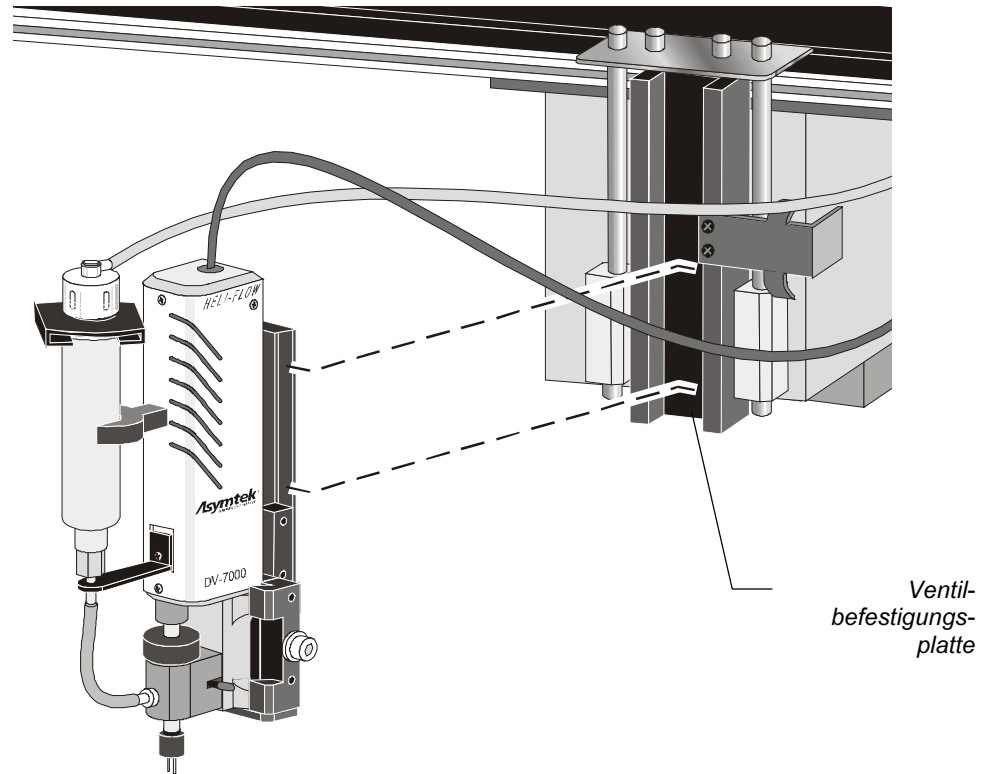

Abbildung 2-4 Befestigung des DV-7000 Montageteils (C-718-SMT)
| Abbildung 2-4 Befestigung des DV-7000 Montageteils (C-718-SMT)..... | 2-5 |
6. Nachdem Sie die Ventilhalterung und den Höhengsensor montiert haben, schieben Sie das Montageteil in die Ventilbefestigungsplatte auf der Vorderseite des Dosierkopfes. Siehe Abbildung 2-4.